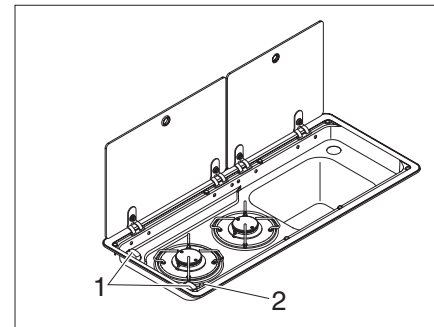

Fig. 85 Elementos de mando para la cocina de gas
- ▶ Girar el regulador giratorio (Fig. 85,1) correspondiente al quemador deseado a la posición de encendido (llama alta).
- ▶ Encender presionando el botón de encendido (Fig. 85, 2) (solo CVD540/600).
- ▶ Girar el regulador giratorio (Fig. 85,1) a la posición 0. La llama se apaga.